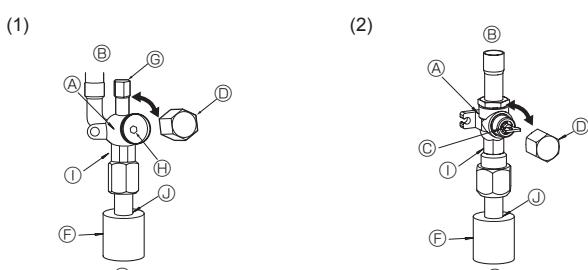

Fig. 4-6
(1) Stoppventilens vätskesida (Fig. 4-6)
- ① Ta bort kåpan och vrid ventilstängen motsols så långt det går med en 4 mm sexkantsnyckel. Sluta när den når stoppet. (Ca. 10 varv)
- ② Kontrollera att stoppventilen är helt öppen och skruva på locket igen.